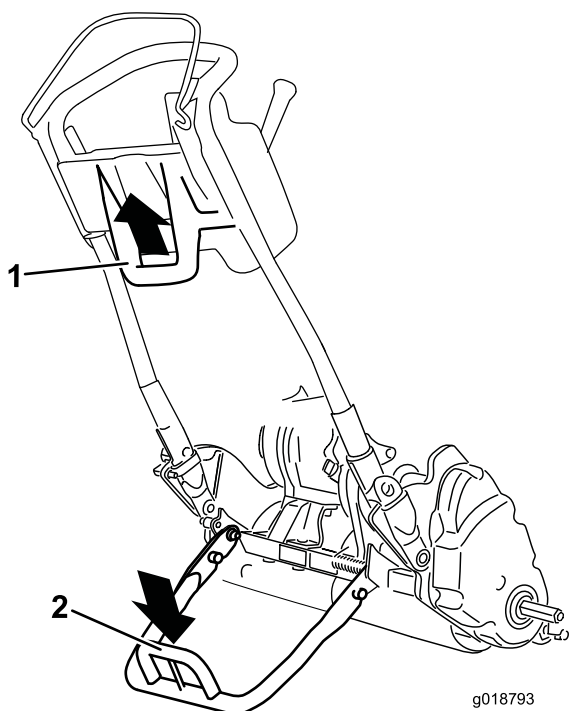

Figura 28
- Para utilizar o apoio para instalar as rodas de transporte, baixe o apoio para o solo e desça para o aro do apoio enquanto puxa e desloca para trás a pega central (Figura 28).